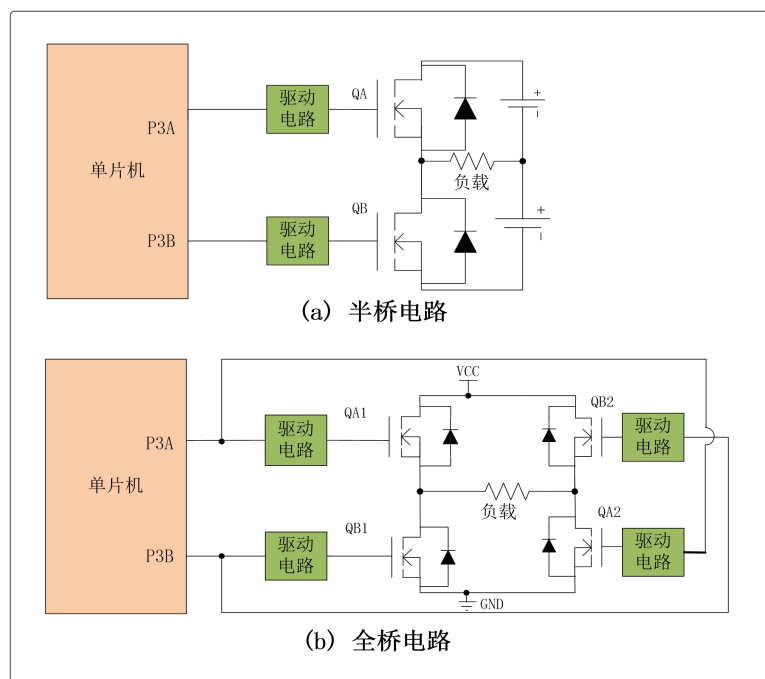
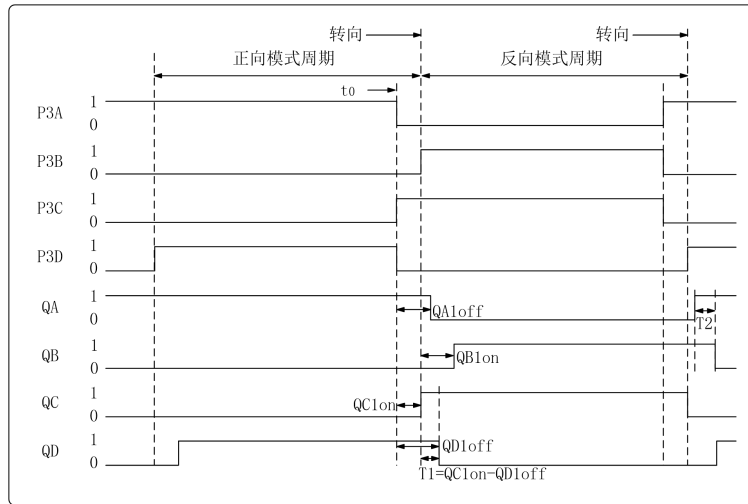

图 8.7 半桥输出模式应用举例
图 8.13 接近满占空比时换向时信号示例
半桥输出模式可用于控制半桥和全桥控制电路，如图 8.7 所示，为半桥输出模式应用于半桥桥和全桥控制电路的示例。半桥输出模式应用于两个开关管的半桥控制电路，或使用 2 个 PWM 信号来控制 4 个开关管的全桥控制电路。
如图 8.7(a)、8.8 所示，在半桥输出模式应用中，P3A 和 P3B 一直以 PWM 频率调制两个开关管，通常开关管的截止比导通需要更多的时间。如果 QA 和 QB 同时导通，两个管子可能会在一段很短的时间内都处于导通状态，在这很短的时间内，将会产生很大的电流流过两个管子，从而可能导致电路损坏。直到一个管子完全截止才会退出此状态(图 8.13(a)中的 (1)、(2)、(3)和(4)处所示)。
全桥输出模式下没有死区延时功能。通常在此模式中，任何时间只调制一对输出，因此不会导致电路产生直通电流，所以不需要死区延时。然而，当 PWM 的占空比接近百分之一百，且开关管导通时间小于截止时间时，将会导致电路产生直通电流。图 8.13 为此情况下各处信号示例。
图 8.13 中在 t_0 时刻 P3A 和 P3D 变为无效，P3C 为有效。QA、QB、QC 和 QD 分别为四路 PWM3 输出控制的开关管，QAoff 和 QDoff 为开关管的截止延时时间，QB1on 和 QC1on 为导通延时时间，由于管子导通和截止时间的差异，在第一次换向时，开关管 QC 和 QD 产生直通电流，持续时间为 T_1 ，在后面一次换向时 QA 和 QB 产生直通电流，持续时间为 T_2 。